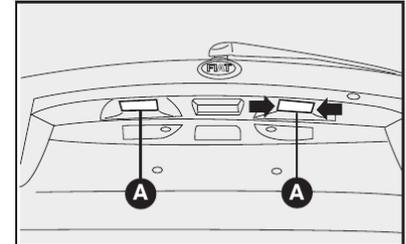

fig. 32
## LUZ DE PLACA - figs. 32 e 33
1) retirar os refletores **A-fig. 32** utilizando uma chave de fenda nos pontos indicados pelas setas;